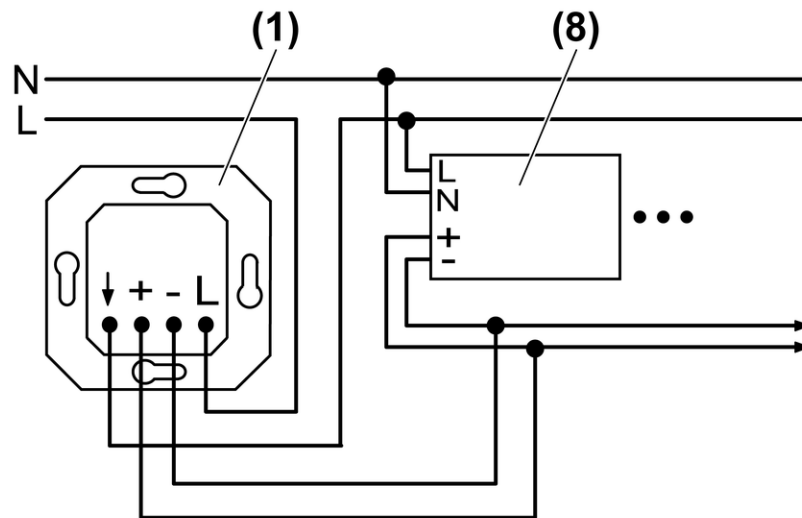
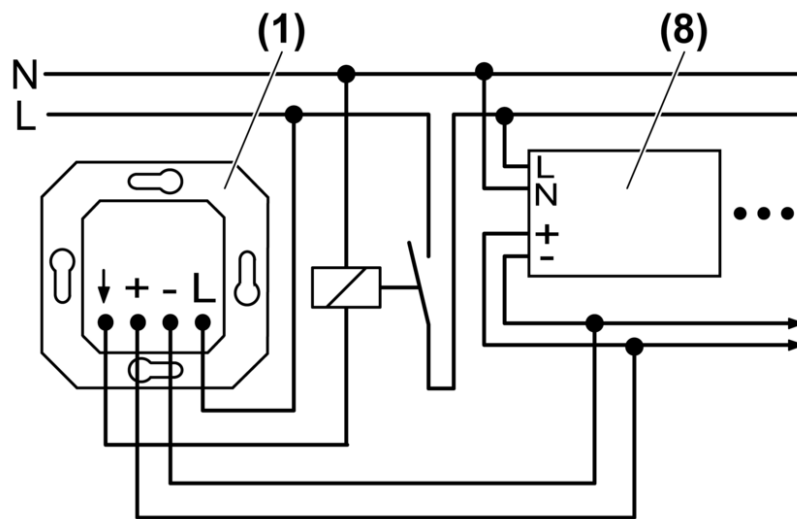
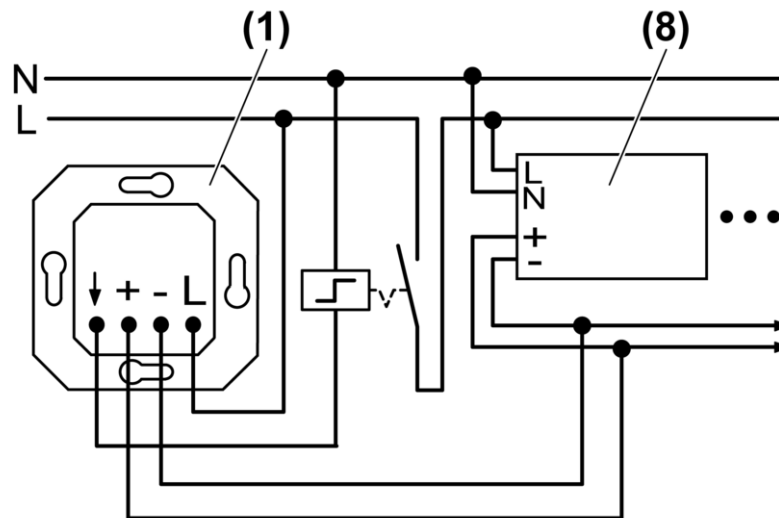

Figure 2: Schéma de raccordement du potentiomètre à fonction de commutation
Figure 3: Schéma de raccordement du potentiomètre à fonction de commutation et contacteur
Figure 4: Schéma de raccordement du potentiomètre à fonction tactile
- (1) Potentiomètre électronique
- (8) Appareils d'exploitation des lampes avec interface 1-10 V, ballast électronique
- (9) Poste auxiliaire, poussoir d'installation
- Raccorder le potentiomètre électronique à la fonction de commutation conformément au schéma de raccordement (figure 2) ou . Raccorder le potentiomètre électronique à fonction tactile selon le schéma de raccordement (figure 3) ou (figure 4).